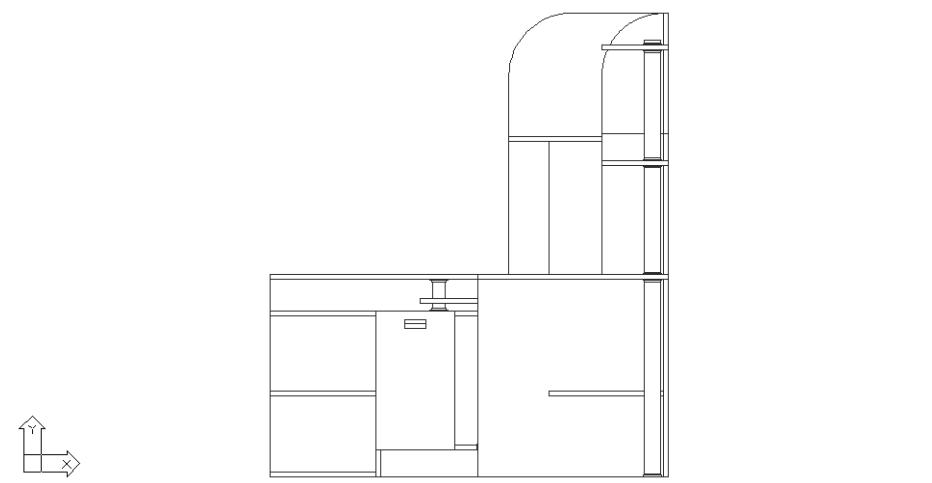

Рис. 8.42 ▼ Создание вида справа закончено
7. Основную опору создайте по той же методике, которую вы применяли при черчении основной опоры на главном виде: сначала вставьте блоки **Монтажное кольцо 60**, представляющие монтажные кольца основной опоры, затем сместите центральную линию влево и вправо на 30 мм. Удалите центральную линию и обрежьте лишние сегменты для получения законченного чертежа (рис. 8.42).